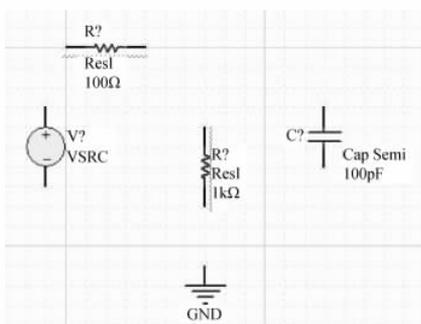

图 3-5 查找仿真元器件到原理图设计界面
(1) 从 Miscellaneous Devices.IntLib 库中分别找到名为 Res1 的电阻元器件和名为 Cap Semi 的电容元器件,并将其按照图 3-5 所示的位置进行放置。
(2) 从 Simulation Sources.IntLib 库中找到名为 VSRC 的元器件,并按照图 3-5 所示的位置进行放置。
(3) 单击 AD 主界面下工具栏内的  按钮,将 GND 按照图 3-5 所示的位置进行放置。